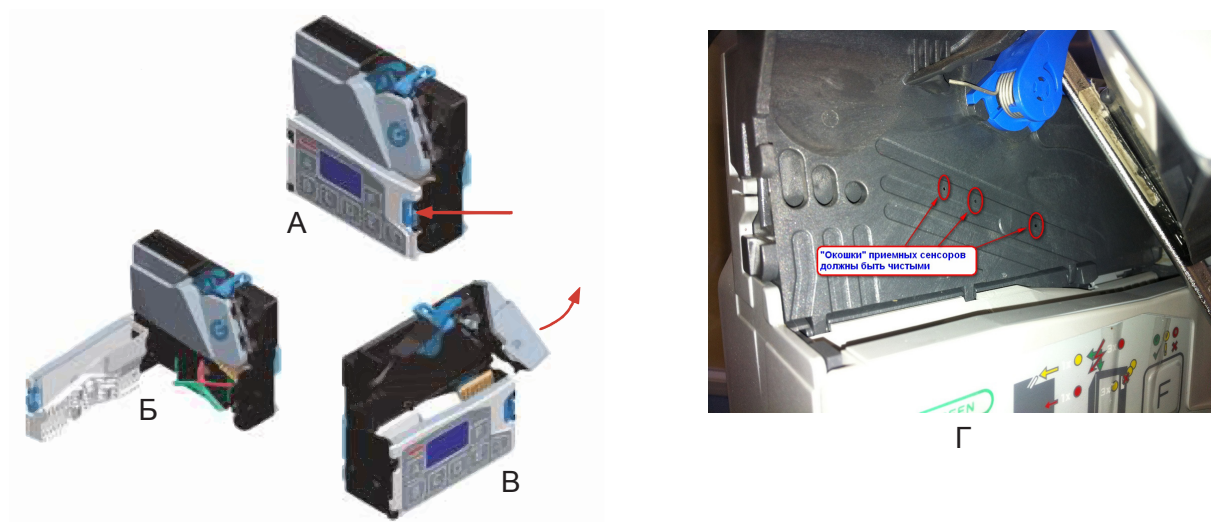

Рисунок 85
7. Нажмите рычаг возврата (рис.80 поз.3) и откройте дверцу валидатора (рис.85 в).
8. Очистите весь монетопроход валидатора с помощью слегка смоченной мягкой ткани. Окошки приёмных сенсоров должны быть чистыми (см.рис.85 г)